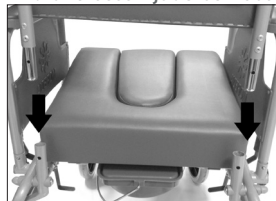

FIG. 2
- Para el montaje del respaldo es suficiente introducir los dos extremos de los tubos en las aberturas de la parte trasera de la silla (FIG. 2).